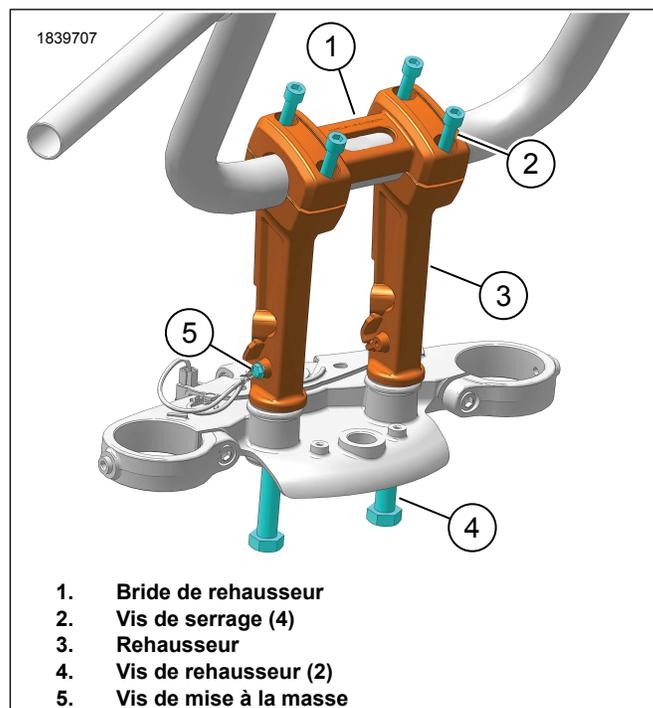
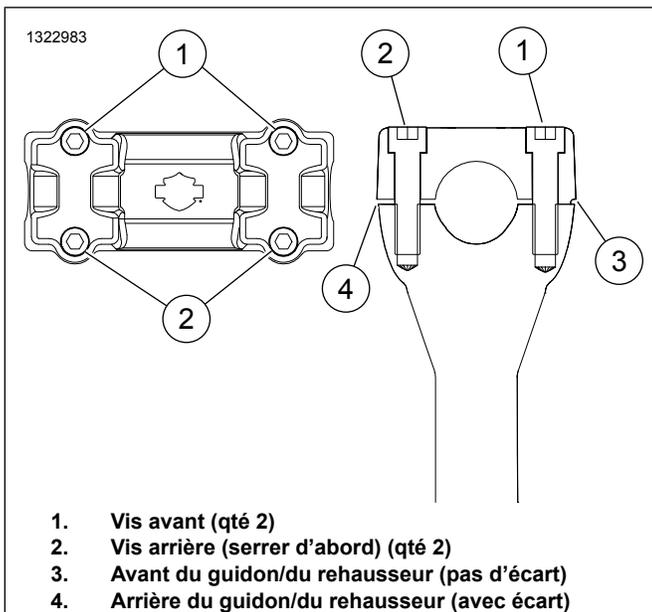

Figure 4. Installation du rehausseur
Figure 6. Montage du guidon (typique)
1. Voir la Figure 4. Installer les rehausseurs au support de tige de fourche supérieur.
- a. Positionner le rehausseur (3) sur la tige de fourche supérieure.
- b. Installez les vis de rehausseur (4). Ne serrez pas encore les vis.
- a. Installer, sans serrer, la pince du rehausseur (1) avec le texte faisant face au motocycliste.
- b. Installer les vis de serrage (2).
4. Voir la Figure 6. Serrer les vis de serrage dans l'ordre.
- c. Serrez les vis arrière (2).
5. Voir la Figure 4. Appliquez de l'adhésif frein-filet sur les vis de rehausseur.
- a. Retirer une vis de rehausseur (4).